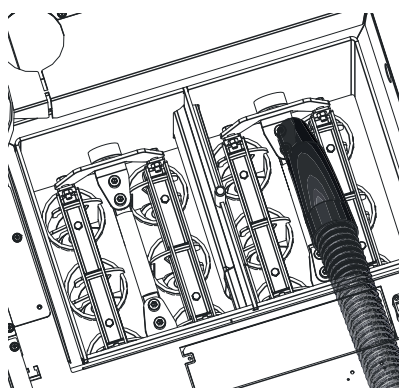

Fig. 51 Asche aussaugen
- ▶ Asche aus den Nachheizflächen saugen – Fig. 51.